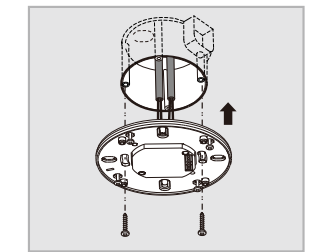
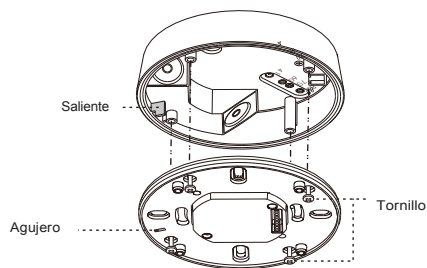

FIG. 8
FIG. 16
3.4.1.3 Fije la caja de alimentación en la caja de conexiones estándar europea con tornillos de 2 piezas (consulte la FIG. 8).
3.4.3.5 Consulte los diagramas de cableado para la conexión correcta del cableado (consulte la FIG. 5). Hay un orificio cuadrado en la placa de fijación. Cuando coloque la placa de fijación en la caja de conexiones, coloque el relleno en la protuberancia de la caja de conexiones (vea la FIG. 16), luego fije la cabeza del detector en la caja de alimentación siguiendo la FIG. 8, y móntelos con los 4 tornillos que no se caen adjuntos.